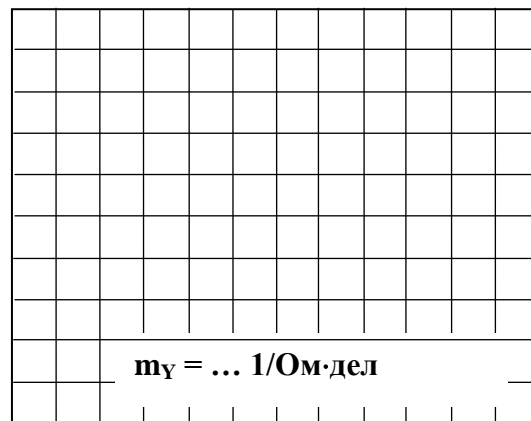

Рисунок 9
1.1. Соберите цепь согласно схеме (рис. 9), подсоедините регулируемый источник синусоидального напряжения и установите его параметры:  $U=5$  В,  $f=200$  Гц. В качестве индуктивности с малым активным сопротивлением используйте катушку трансформатора 300 витков, вставив между подковами разъемного сердечника полоски бумаги в один слой (немагнитный зазор).